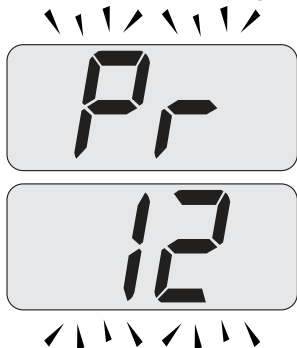

Figura 7.15
- Desplace los parámetros mediante los botones 16 o 17 hasta que aparezcan en el display LCD las letras **Pr** alternadas con el código **12**, indicando que se ha entrado en el "parámetro 12" (Figura 7.15).
- Pulsando simultáneamente los botones 15 y 16 (Figura 7.13) se sale sin modificar el valor (se vuelve a la lista de parámetros Figura 7.15)